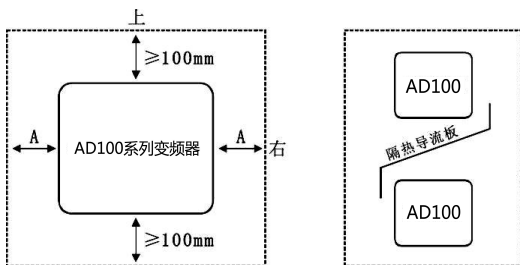

图3-1 AD100系列变频器安装示意图
1) 请垂直安装变频器，便于热量向上散发。但不能倒置。若柜内有较多变频器时，最好是并排安装。在需要上下安装的场合，请参考图3-1的示意图，安装隔热导流板。
2) 安装空间照图3-1所示。保证变频器的散热空间。但布置时请考虑柜内其他器件的散热情况。